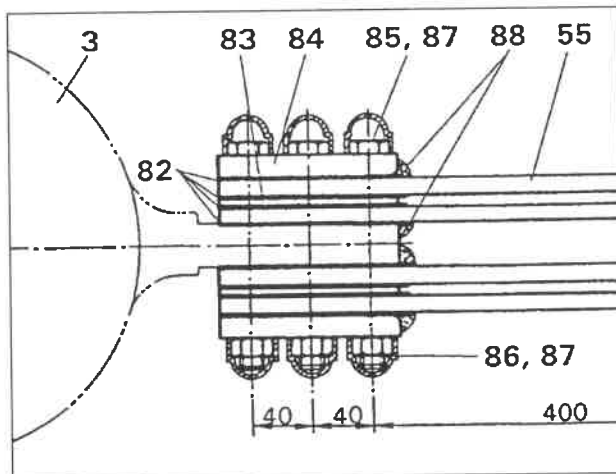

Рис. 46
- Разъедините резьбовое соединение шатунной пластинчатой рессоры на эксцентриковом валу (3) и на держателе шатунной рессоры боковой стенки системы II, снимите шатунные рессоры (55) (рис. 46).